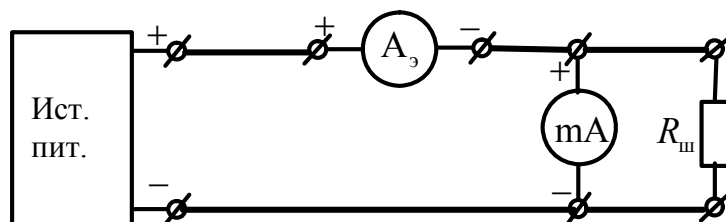

Рис. 2.2.4
нее сопротивление R_A , по формуле (2.2.3) вы должны рассчитать необходимое шунтирующее сопротивление $R_{ш\text{ расч}}$. Затем вы должны собрать электрическую цепь, схема которой показана на рис. 2.2.4. В этой цепи в качестве эталонного амперметра $A_э$ используется мультиметр в режиме измерения тока; в качестве шунтирующего сопротивления $R_{ш}$ – магазин сопротивлений.
4. При помощи соединительных проводов собрать электрическую цепь для выполнения первого задания (изменение предела измерения миллиамперметра) в соответствии с рис. 2.2.4. На этом рисунке, для наглядности, каждый проводник показан утолщенной линией.